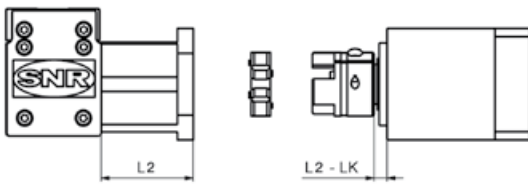

Bild 3.11 — Montage Maße
2. Kupplungsnabe **3** auf die Motor- bzw. Getriebewelle **5** stecken. Dabei das Maß LK (Bild 3.11) aus Tabelle 6.23 in Kapitel 6.2.4.1 berücksichtigen.